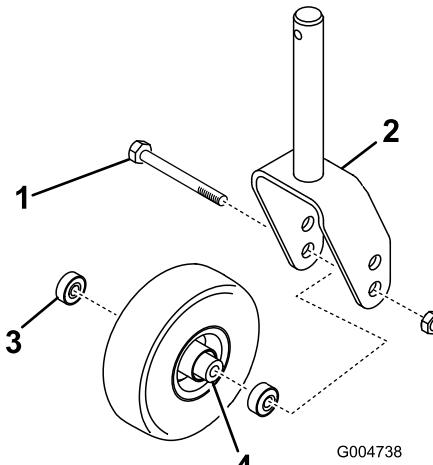

Figura 28
1. Retire la contratuerca del perno que sujetla el conjunto de la rueda giratoria en la horquilla (Figura 28). Sujete la rueda giratoria y retire el perno de la horquilla o del brazo de pivot.
2. Retire el cojinete de la rueda y deje que se caiga el suplemento del cojinete (Figura 28). Retire el cojinete del otro lado de la rueda.